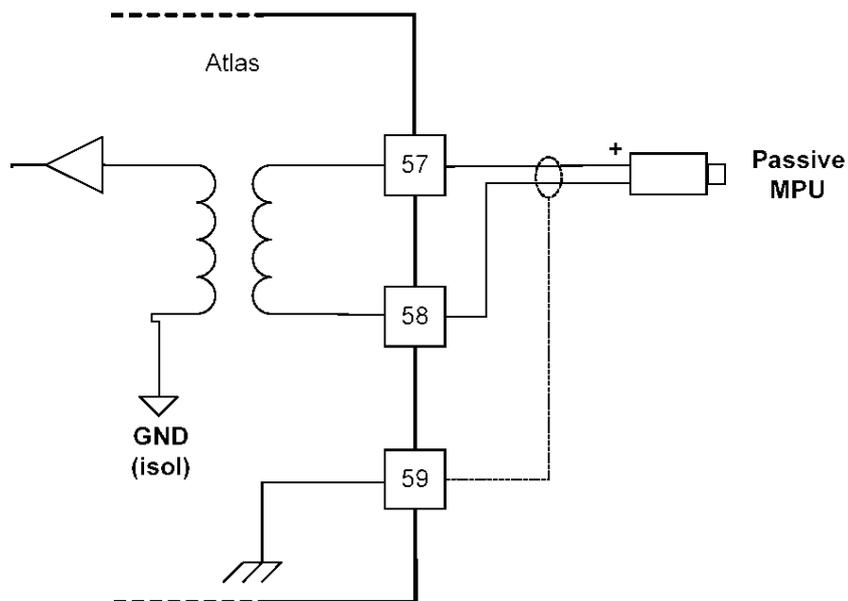

図 5-3. アナログ・コンボ・ボードから MPU への配線
- 速度センサー配線に関しては、図 5-3 を参照してください。